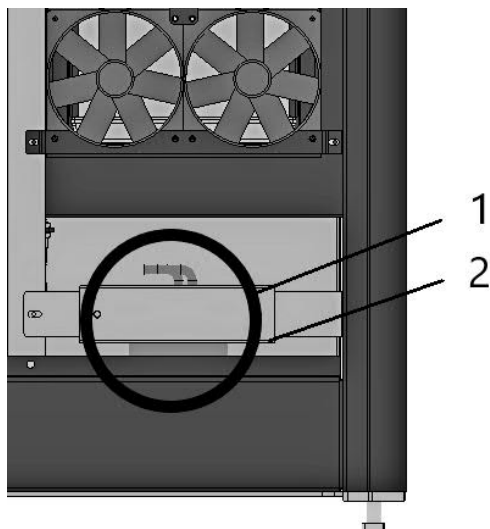

Рисунок 7.2 – Вид слева со снятой боковой защитной панелью
2. Открутить прижимную пластину (2, рис.7.2);
3. Снять трубки с фильтра(1, рис.7.2).